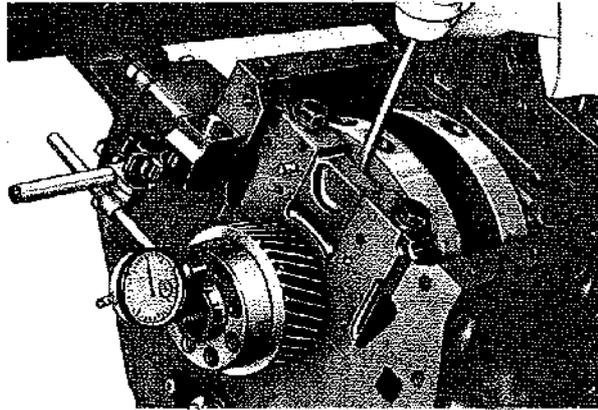

Fig. 28
- Verificare con comparatore a base magnetica che il gioco fra il supporto centrale provvisto di spallamenti ed i rasamenti dell'albero motore sia mm. $0,12 \div 0,24$ (Fig. 28). Se il gioco supera detto valore montare anelli di spessore maggiorato +0,1 e +0,2 mm. Il massimo gioco d'usura è $0,40 \div 0,50$ mm.